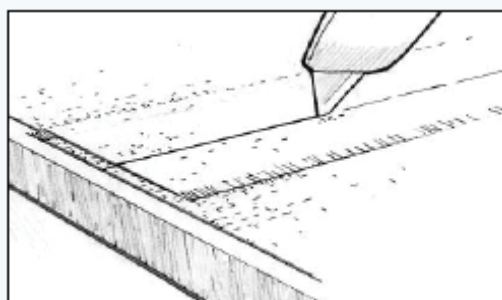

Рис. 26. Обрежьте нахлёстывающуюся ткань после того, как эпоксидная смола перейдет в состояние геля.
- б) Прорежьте оба слоя ткани острым ножом (Рисунок 26), следите за тем, чтобы прорез не был слишком глубоким.